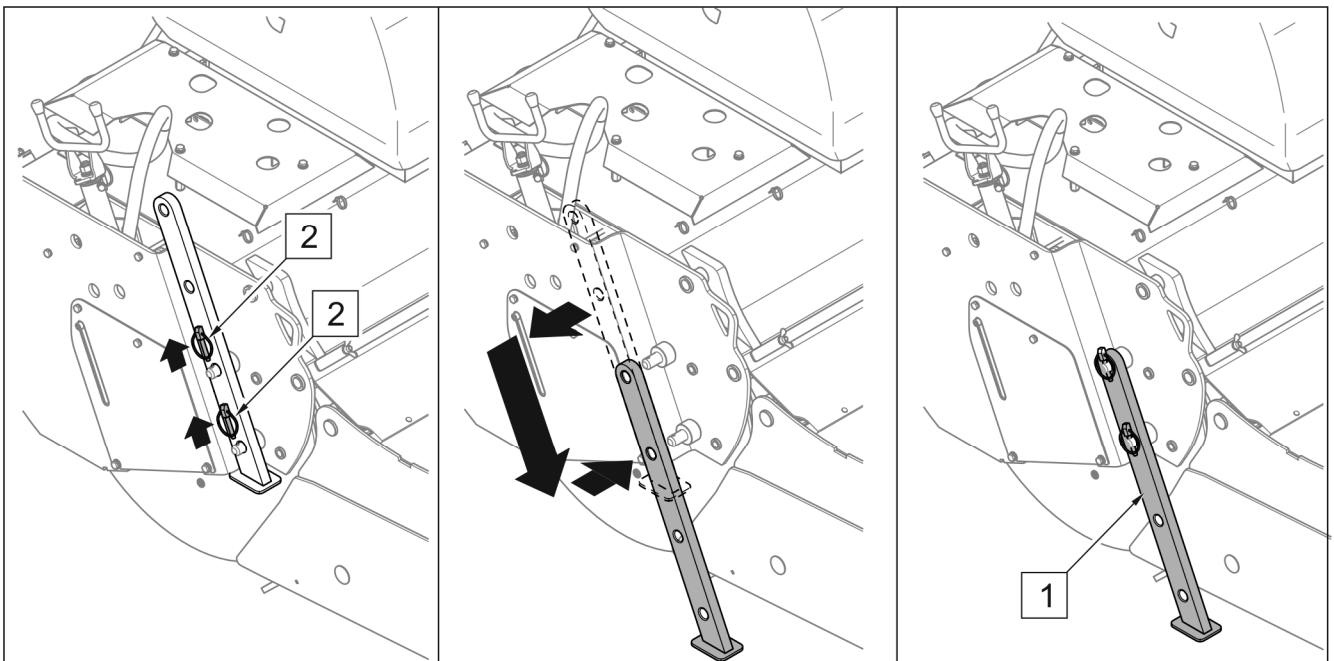

ABBILDUNG 4.21 Stützfüße
(1) - Stützfuß; (2) - Stift; (3) - Sicherungssplint
Die Stützfüße (ABBILDUNG 4.21) müssen in die untere Position abgesenkt werden, wenn die Maschine noch am Trägerfahrzeug aufgehängt und angehoben ist. Dazu müssen die Sicherungssplinte (2) entfernt und der Stützfuß (1) in die untere Position gebracht und wieder mit den Splinten gesichert werden. Dann mit dem anderen Stützfuß ebenso verfahren.
- Die Stützfüße absenken (ABBILDUNG 4.21).